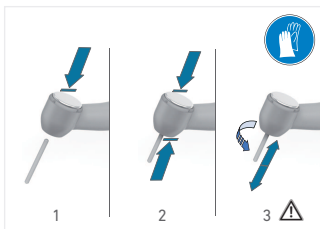

FIG. 3
1. Desconecte el dispositivo del acoplamiento y retire la fresa (FIG. 3 paso 1).